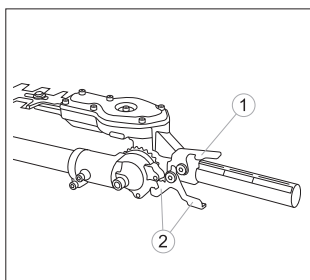

fig. 25
2. Poussez avec un index de la main gauche un bouton du fixateur. Poussez avec un majeur de la main gauche un bouton de verrouillage à cliquet (fig. 25).